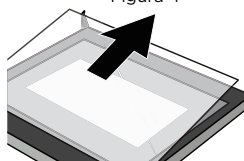

Figura 5
5. Spingere il vetro nella posizione indicata dalla freccia in Figura 5. Estrarre delicatamente il vetro dallo scomparto.